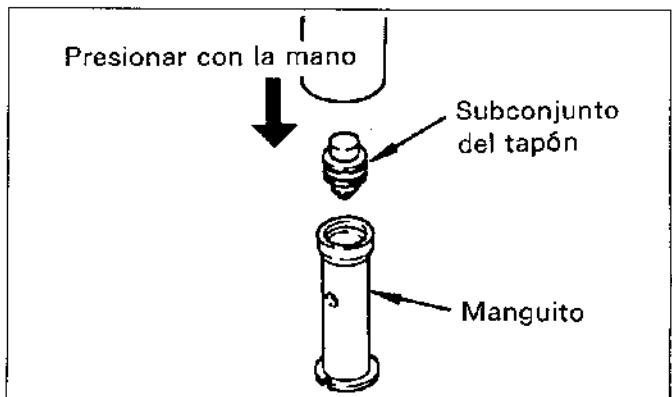

Figura.14-44 Montaje correcto
1. Monte con la marca de la placa de cojinete mirando hacia arriba. (Vea la figura.14-44)
2. Emplee un nuevo anillo de tope ⑰ cada vez que extraiga el tapón.